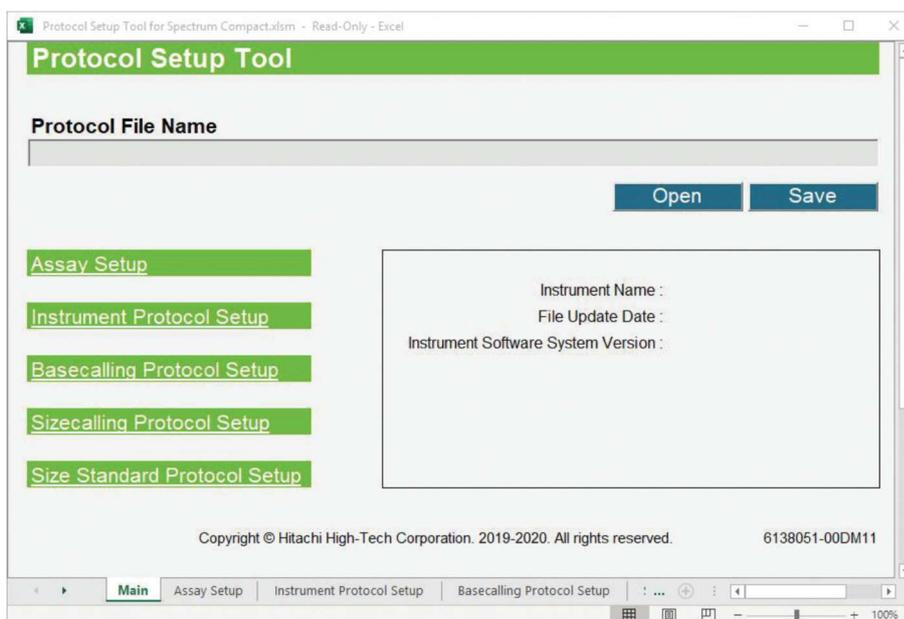

図 224 Protocol Setup Tool for Spectrum Compact のメインワークシート画面
1. エクセルマクロ対応の「Protocol Setup Tool for Spectrum Compact.xlsm」のワークブックを開くと、メインタブのワークシートが表示されます。(図 224)
5. ワークシートの「Main」タブのいずれかの **Setup** を選択するか、ワークシートのいずれかの「Setup」タブを選択し、希望するアッセイやプロトコルの情報にアクセスします。(図 224)
1. ワークシートの「Main」タブの Instrument Protocol Setup を選択するか、ワークシートの「Instrument Protocol Setup」タブを選択し、「Instrument Protocol Setup」のワークシートを開きます。(図 224)
7. 「Main」タブを選択し、**Save** ボタンを選択します。(図 224) 「Save As」のウィンドウが表示されるので、新しい protocol.xml ファイルを保存したい場所(例えば、USB ドライブ)を指定し、その場所にある「Protocol」という名前のフォルダーに保存してください。(もし、Protocol のフォルダーが無い場合は、Protocol という名前で新しくフォルダーを作成してください)
1. 「Main」ワークシートの「**Basecalling Protocol Setup**」を選ぶか、タブから「Basecalling Protocol Setup」を選び、Basecalling Protocol Setup のワークシートを開きます。(図 224)